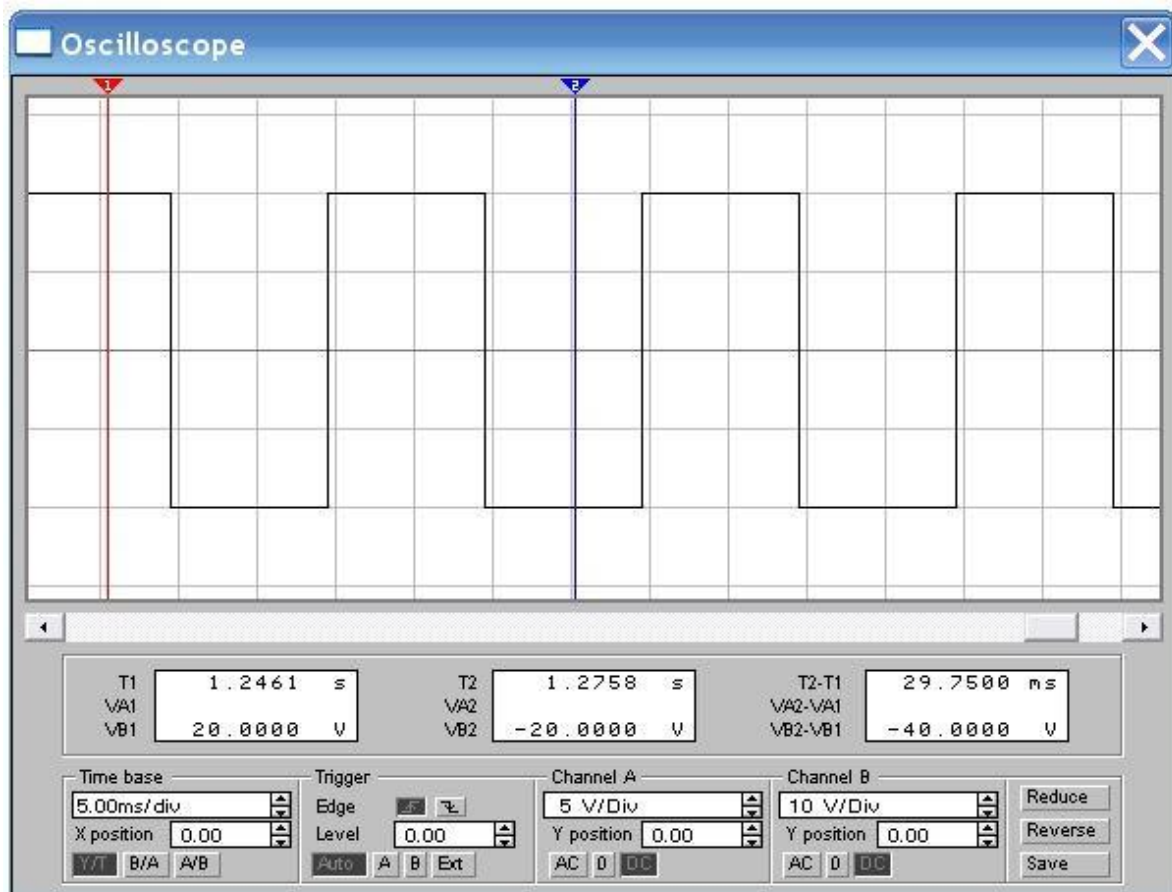

Рис. 3. Осцилограма змінного струму функціонального генератора
7. За допомогою курсора вибрати на функціональному генераторі гармоніку П-подібної форми (рис. 3) і повторити п. 1-6. Пересвідчитись, що максимальні і діючі значення параметрів змінного струму, що має гармоніку П-подібної форми, будуть рівними: $I = I_{\max}$ та $U = U_{\max}$.